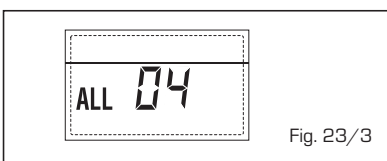

Fig. 23/3
**- ANOMALIA SONDA IDA AQUECIMENTO "ALL 05" (fig. 23/4)**